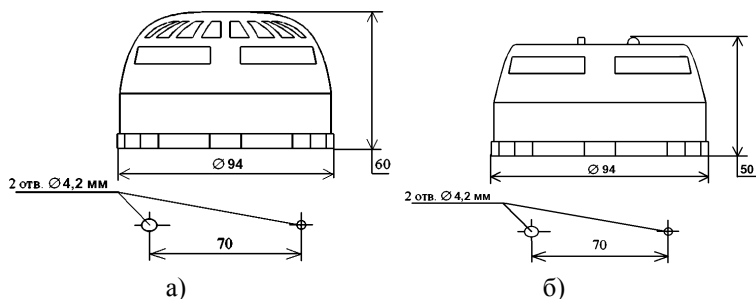

Рисунок 1. Габаритные и установочные размеры извещателей:
2.9 Габаритные и установочные размеры извещателей приведены на рис.1.